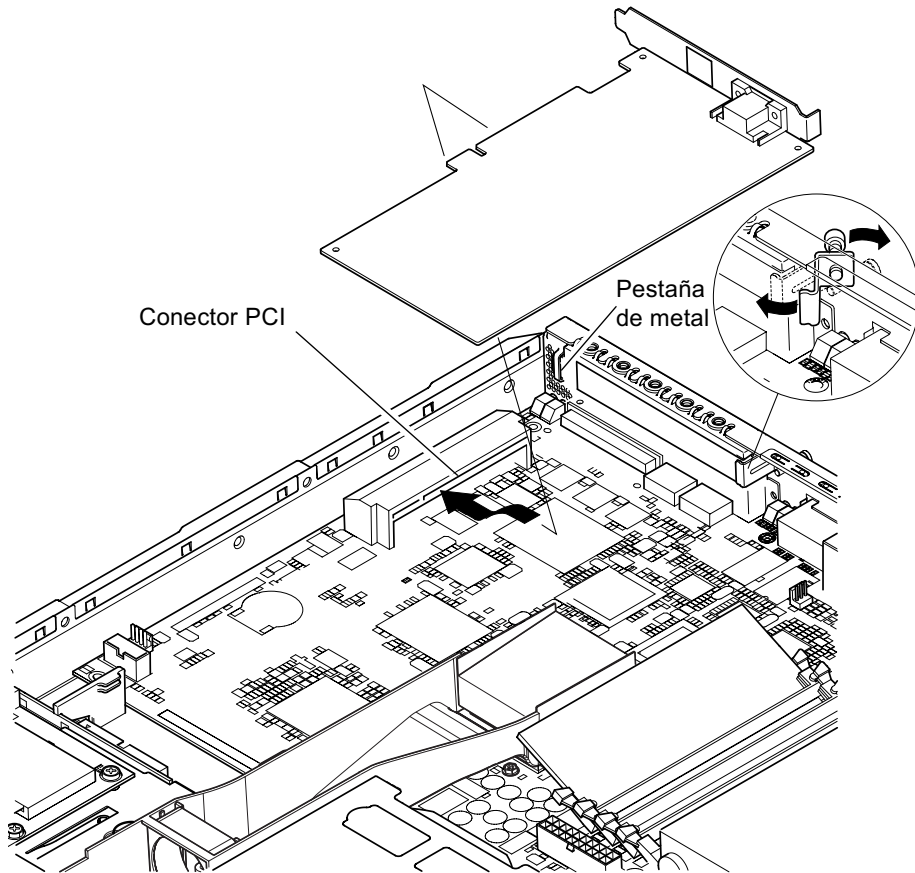

FIGURA 4-7 Pieza de retención rotativa y colocación de una tarjeta PCI
- 3. Afloje el tornillo de captura que sujeta la pieza de retención de la ranura PCI (consulte la FIGURA 4-7).**
Gire la pieza de retención 90 grados (consulte la FIGURA 4-7). De esta forma se libera el panel de relleno de la ranura PCI y puede extraerse. Extráigalo.
- 5. Introduzca la tarjeta PCI en el conector PCI correctamente (consulte la FIGURA 4-7) y asegúrese de que la pieza de fijación de la tarjeta PCI esté bien colocada en la parte posterior del chasis.**
El extremo más estrecho de la pieza de fijación debe estar dentro de la pestaña de metal situada a tal efecto en el chasis (consulte la FIGURA 4-7).
7. Vuelva a colocar la pieza de retención rotativa y ajústela (consulte la FIGURA 4-7) para fijar la tarjeta PCI al chasis.
2. **Afloje el tornillo de captura que sujeta la pieza de retención rotativa (el tornillo y la pieza se muestran en la FIGURA 4-7).**
Gire la pieza de retención 90 grados (consulte la FIGURA 4-7).
6. **Vuelva a colocar el panel de relleno en la ranura PCI (en el panel posterior del chasis) y ajuste el tornillo de captura que asegura la pieza de retención rotativa (consulte la FIGURA 4-7).**